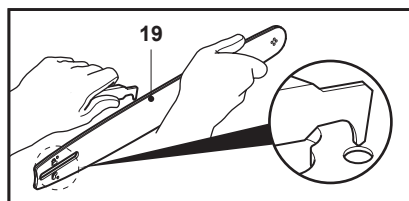

Fig. 45
3. Verifică pinionul de antrenare (29). Dacă este uzată sau deteriorată din cauza tensiunii, cere să fie înlocuită de un agent de service autorizat.
4. Curăță reziduurile din canelurile lamei de ghidare (19) folosind o șurubelniță, un șpaclu, o perie de sârmă sau altă unealtă similară. Astfel, canalele de ulei vor rămâne deschise și vor asigura lubrifierea corespunzătoare a lamei de ghidare (19) și a lanțului de fierăstrău (20) (fig. 45).